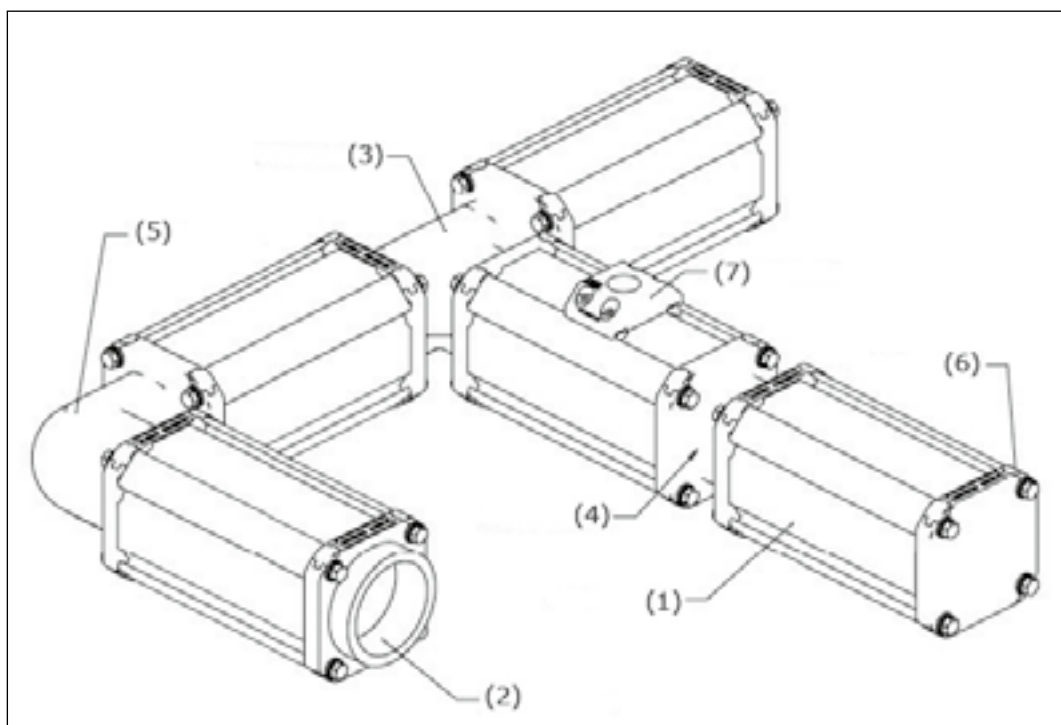

Figura 2. Planos de los componentes principales
- Figura 2. Plano de los componentes principales
El equipo representado en la figura 2 puede estar constituido por los elementos que se describen a continuación: